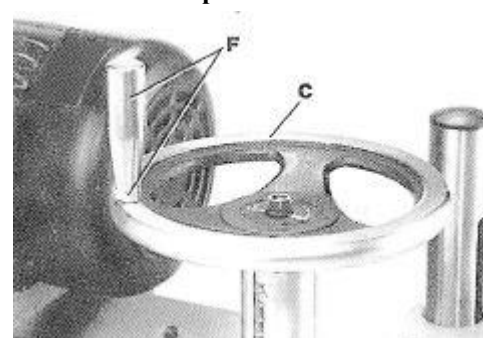

Рис. 8 Установка ручки на маховике
5. Установите ручку (F), Рис. 8, на маховике (С), как показано на рисунке.